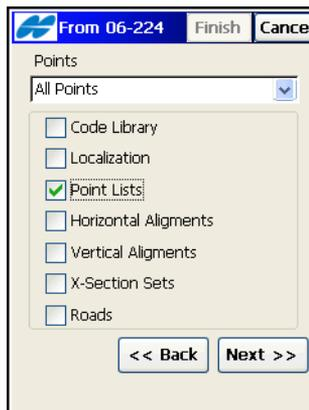
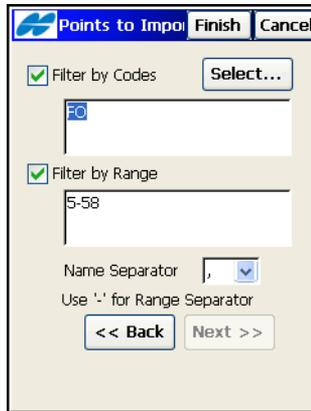

Abbildung 5-2. Importieren aus Projekt
Abbildung 5-4. Punkte für Import
2. Bestimmen Sie im Fenster *Aus <Projekt>* (Abbildung 5-2), ob Punkte importiert werden sollen. Sie können die Punkte nach Typ, nach Bereich und Code oder nach Typ, Bereich und Code filtern. Aktivieren Sie außerdem die Kontrollkästchen für die ebenfalls zu importierenden Daten: *Codebibliothek*, *Transformation*, *Punktlisten*, *Achsen*, *Gradienten*, *Querprofile* sowie *Straßen*. Tippen Sie auf **Weiter**.
3. Wenn *Nach Punkttyp* oder *Nach PTyp*, *Entfernung u. Code* in der Liste *Punkte* gewählt wurde, erscheint das Fenster **Aus <Projekt>** (Abbildung 5-2 auf Seite 5-2). Wählen Sie die zu importierenden Punkttypen im Fenster **Punkttyp(en) für Import wählen**.
5. Wenn *Nach Entfernung und Code* in der Liste *Punkte* gewählt wurde, erscheint das Fenster **Aus <Projekt>** (Abbildung 5-2 auf Seite 5-2) im Fenster **Punkte für Import**. Wählen Sie die zu importierenden Codes oder Punktbereiche (Abbildung 5-4 auf Seite 5-4).